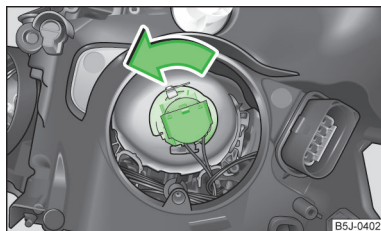

Fig. 155
- Girar el conector con la bombilla hasta el tope **en el sentido contrario al de las agujas del reloj** y retirarlo » fig. 155.